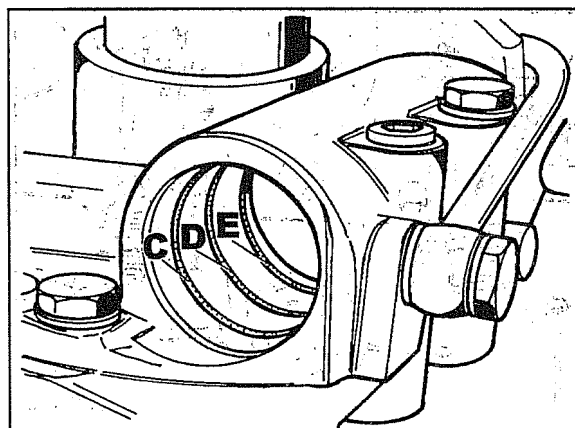

Fig. 81
- Antes da montagem dos novos anéis **C-D-E** (fig. 81) verificar que os alojamentos do cilindro não possuam rebarbas que possam estragar os anéis na fase de montagem ou por vincos que podem causar perdas de óleo.